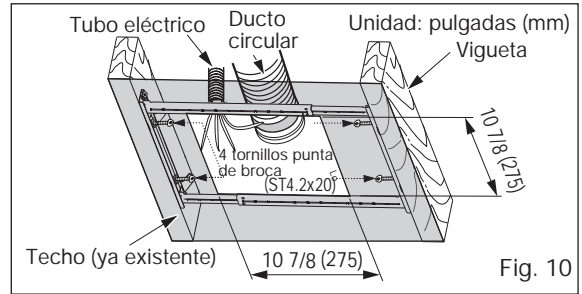

Fig. 10
1. Quite el extractor existente y realice una abertura en el techo. Instale el soporte Flex-Z Fast™ en las viguetas utilizando 4 tornillos punta de broca (ST4.2x20) previamente fijados en el soporte. La red de ductos y los cables existentes quedan instalados. (Fig. 10)